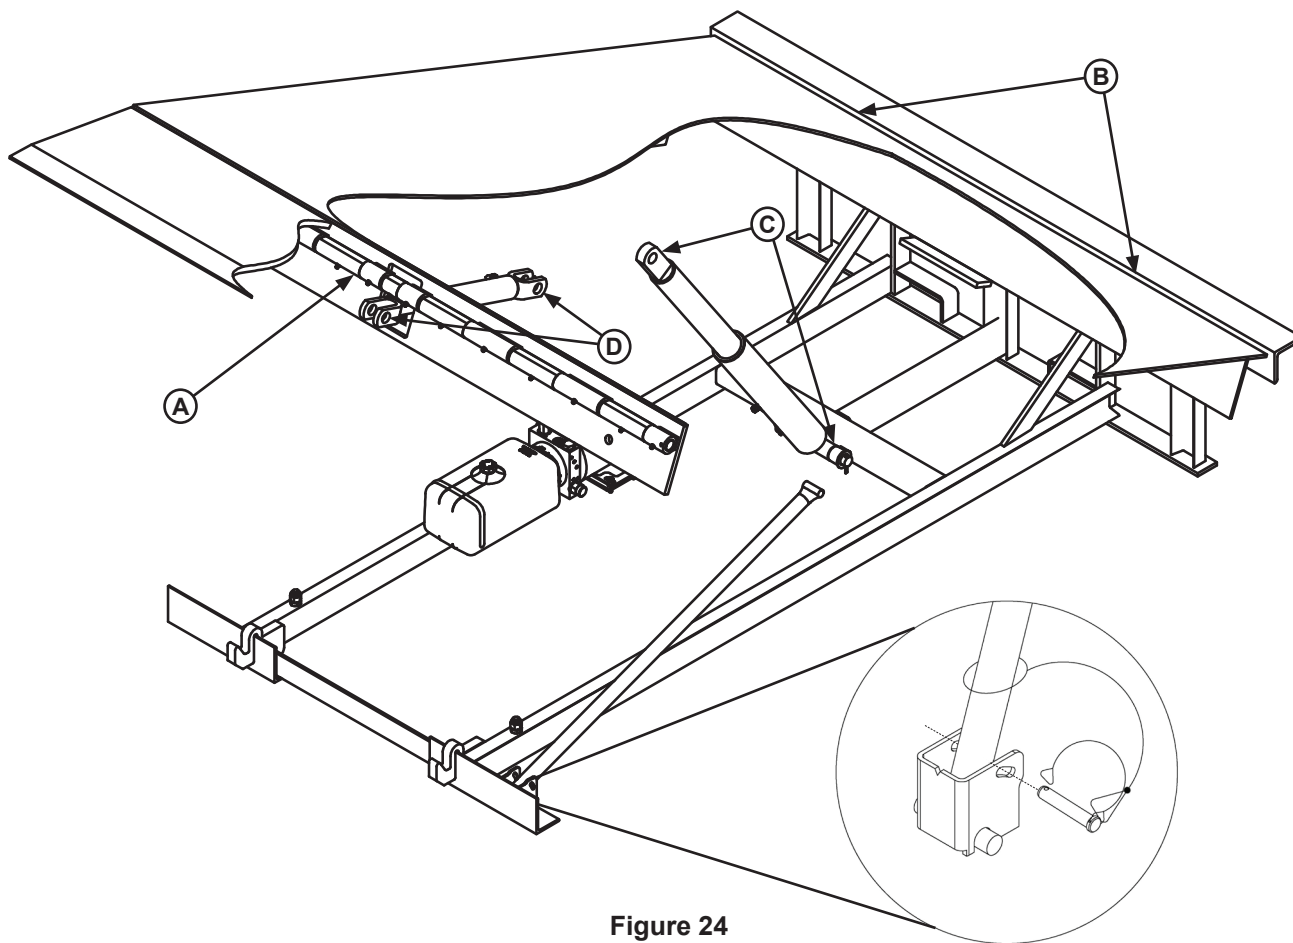

Figure 24
- Lubrifier les points suivants avec une huile pour machine légère (voir Figure 24) :
- (A) — Zone de charnière du hayon sauf sur les modèles équipés de graisseurs (appliquer l'huile par le dessus sur toute la longueur de la charnière de hayon alors que la plateforme est en position complètement abaissée sous le niveau du quai et que le hayon est replié)
- (B) — Zone de charnières arrière de la plateforme (appliquer l'huile par le dessus sur toutes les charnières de la plateforme alors que la plateforme est en position complètement abaissée sous le niveau du quai)
- (C) — Axes du vérin principal
- (D) — Axes du vérin de hayon